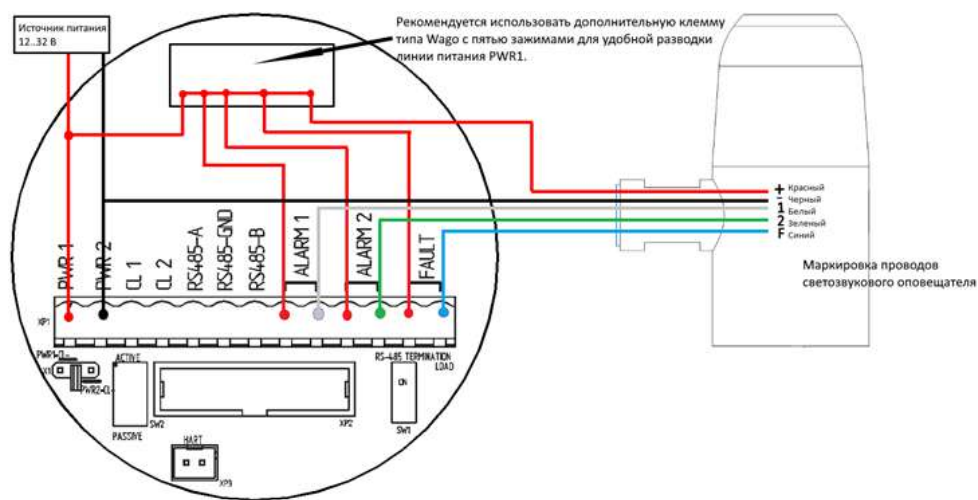
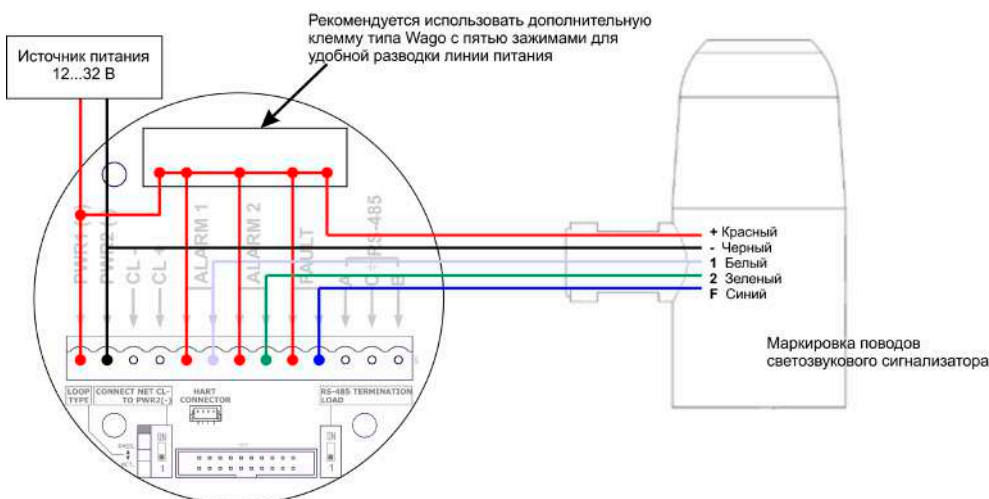

Рисунок 22 – Схема подключения светозвукового сигнализатора ЭМИ-СЗ к ИГМ-11, изготовленным до апреля 2023г.
Рисунок 23 – Схема подключения светозвукового сигнализатора ЭМИ-СЗ к ИГМ-11, изготовленным с апреля 2023г.
- провести монтаж согласно схеме подключения (рисунок 22 – для ИГМ-11, изготовленных до апреля 2023г., рисунок 23 – для ИГМ-11, изготовленных с апреля 2023г.). При разведении линии питания PWR1 к клеммам трех реле и к «плюсу» светозвукового сигнализатора рекомендуется использовать клемму типа Wago.